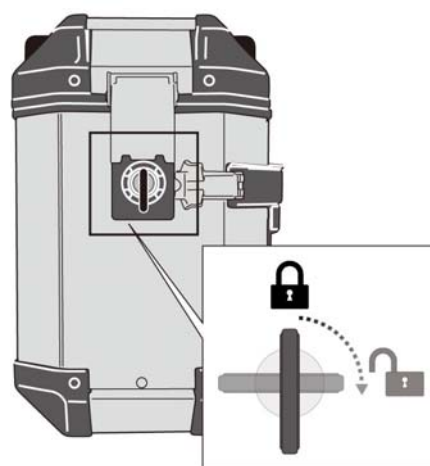

図 A1
1. ①OBK モノキーサイドケースのキーシリンダーに②セキュリティロックキーを奥までしっかりと挿し込み、鍵を右（3時方向）に回してロック解除します。（図 A1 参照）
1. 「A. ケースの蓋を開ける（通常開口）」手順 1～3 と同じ手順で蓋のロックを解除し、①OBK モノキーサイドケースの蓋が開く状態にします。（図 A1～2 参照）